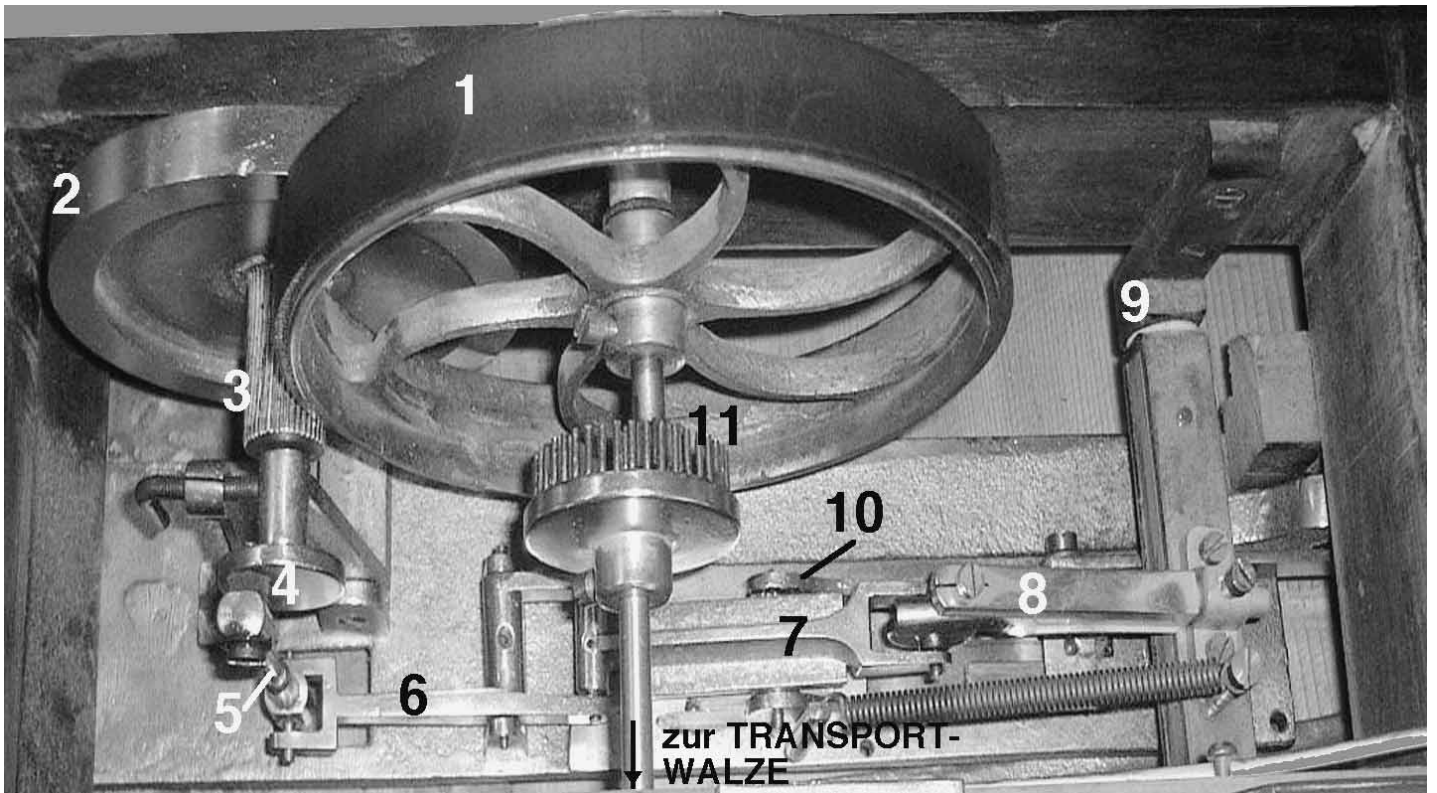

Abb. 17: Antriebsmodul eines Piano Melodico mit 73 Tönen
Das Antriebsmodul eines PM mit 73 Tönen (Abb. 17) ist fast identisch mit dem eines PM mit 48 Tönen. Es besteht aus dem über eine Kurbel getriebenen Hauptantriebsrad (1) mit 150 mm Durchmesser. Der Gummiring dieses Hauptantriebsrades treibt das Reibrad (3) (17 mm Durchmesser) auf der Achse des zweiten Rades, des Schwungrads (2). Auf der gleichen Achse sitzt der Exzenter (4), von dem aus die Hammermechanik über das Pleuel (5) und eine einfache, aber sehr wirksame Forte-Piano-Mechanik angetrieben wird. Die Forte-Piano-Mechanik werde ich später beschreiben.